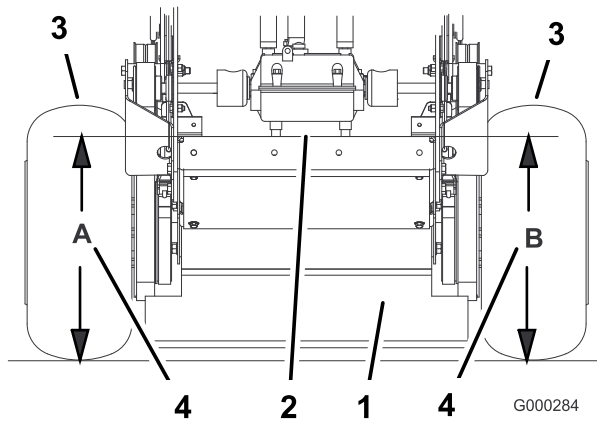

Figura 61
4. Mida la altura de la plataforma del motor en la posición **A** (Figura 61).
5. Mida la altura de la plataforma del motor en la posición B (Figura 61).